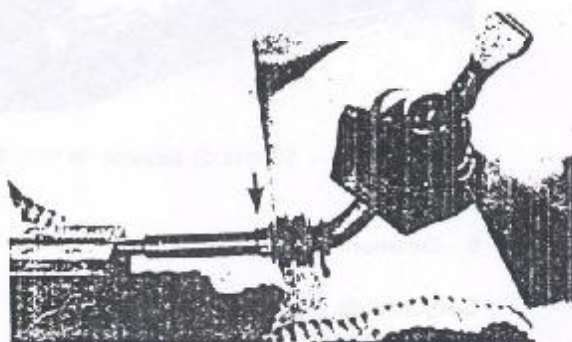

Figura 7.11.5 - Anel trava do conjunto inferior
8. Posicionar o conjunto inferior em uma morsa e remover o anel trava da canaleta do mesmo (Figura 7.11.5).
4. Instalar o anel trava na canaleta do conjunto inferior (Figura 7.11.5).